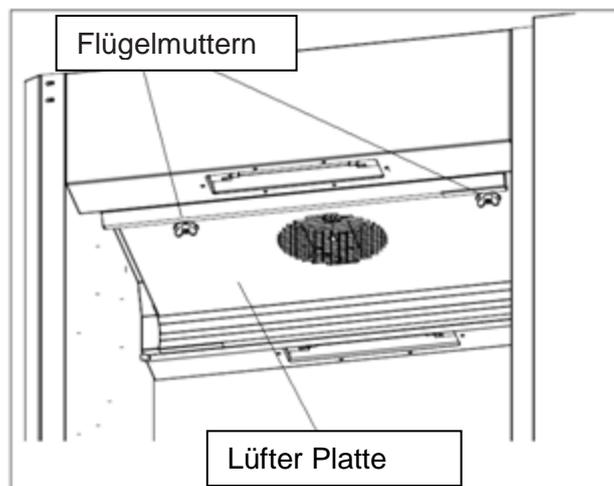

Abbildung 19
- Entfernen Sie die Lüfter Platte, indem Sie die beiden Flügelmuttern lösen (siehe Abbildung 19). Diese Platte hängt an zwei Punkten an den Seiten. Nach schwenken kann die Lüfter Platte aus dem Gerät entfernt werden.